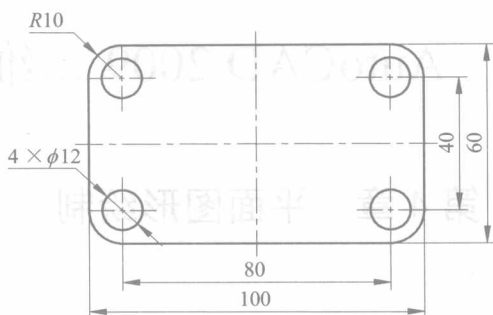

图 3-5 常见的底板类型 5
【习题 3-5】绘制图 3-5 所示的图形。
- 1) 图 3-5 中圆角用 Fillet 命令绘制, 设定 “Radius” (圆角半径) 选项为 10。